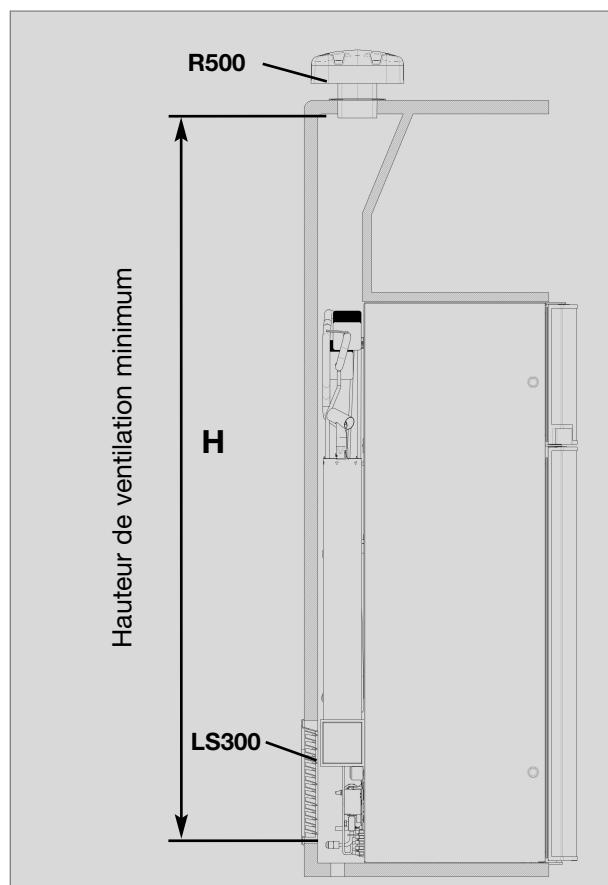
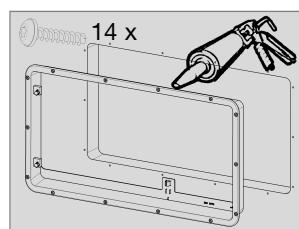

Fig. 13
Fig. 16
L'aération du groupe frigorifique est effectuée au moyen de deux ouvertures dans la paroi de la caravane. L'air frais pénètre par le bas et afflue réchauffé par la grille d'aération supérieure (effet de cheminée). **Il est recommandé d'installer la grille d'aération supérieure le plus haut possible, au-dessus du condensateur (Fig. 13) . La grille de ventilation inférieure doit être à fleur de la niche (Fig. 16) afin que le gaz non brûlé (le gaz étant plus lourd que l'air) puisse être directement acheminé à l'air libre **Le brûleur à gaz doit se trouver au-dessus du bord (1)** .**